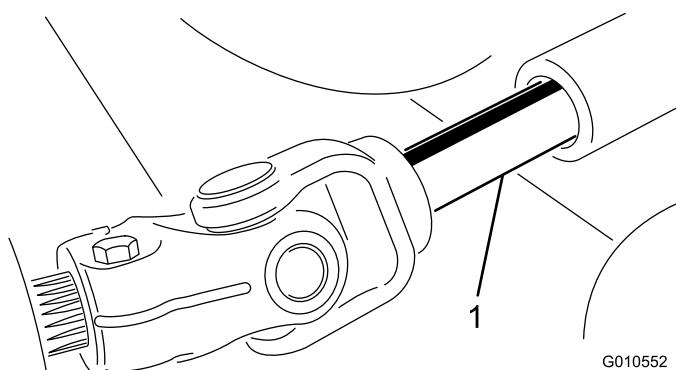

Figura 25
- Aleje la unidad de corte de la unidad de tracción, separando las secciones macho y hembra del árbol de la TDF (Figura 25).
- Introduzca el árbol macho de la TDF en el árbol hembra de la TDF (Figura 25).